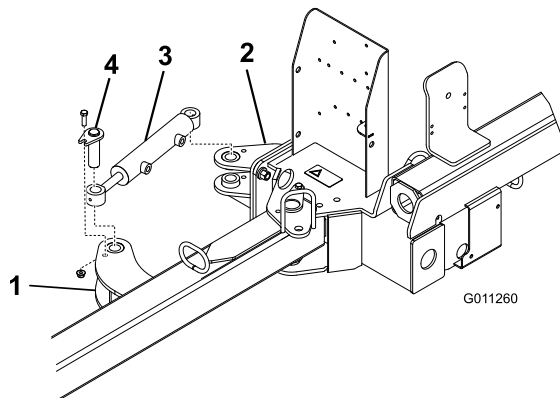

Bild 6
2. Befestigen Sie beide Enden des Hydraulikzylinders mit einem Stift einer Schraube (3/8 x 1-1/4 Zoll) und einer Bundmutter (3/8 Zoll) an der Aktuatorlasche Bild 6). Stellen Sie sicher, dass das Stangenende (bewegliches Ende) des Zylinders an der vorderen Aktuatorlasche befestigt ist.